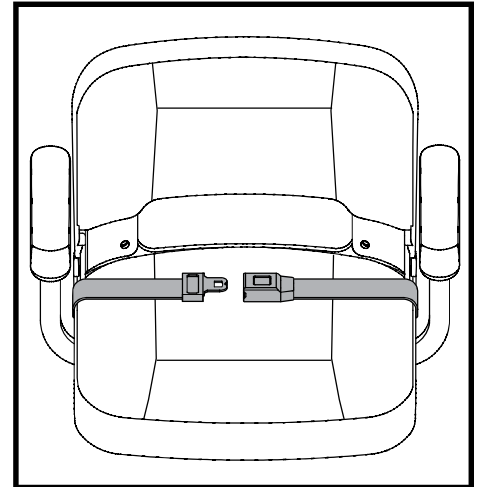

Abb. 30. Rückhaltegurte
Ihr Elektromobil ist mit einem KFZ-typischen Rückhaltegurt ausgestattet, der dem Benutzer angepaßt werden kann. **Siehe Abb. 30.** Der Rückhaltegurt wurde konzipiert, um ein Auf- oder Abwärtsrutschen des Fahrers zu verhindern. Der Rückhaltegurt ist nicht als Rückhaltesystem entwickelt worden.
1. Schloßzunge in das Schloßteil stecken, bis der Schnellverschluß hörbar einrastet. **Siehe Abb. 30.**